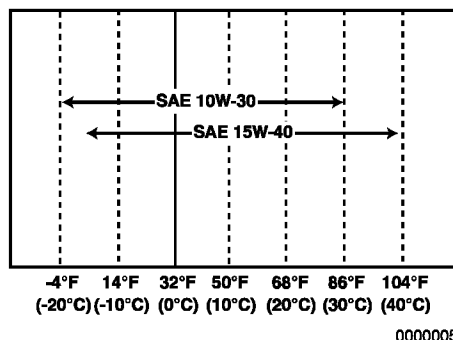

Figure 7
- Sélectionnez la viscosité de l'huile en vous basant sur la température ambiante de l'emplacement où le moteur sera utilisé. Reportez-vous au tableau de viscosité de température de service SAE (**Figure 7**).